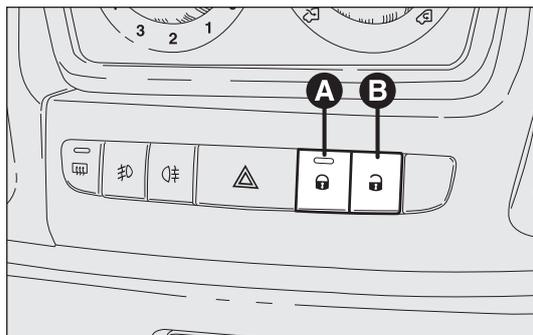

fig. 112
Se una o più porte sono aperte, a seguito della pressione del pulsante  sul telecomando gli indicatori di direzione ed il led presente sul pulsante A-fig. 112 lampeggiano velocemente per circa 3 secondi. Con funzione attiva i pulsanti A e B fig. 112 risultano disabilitati. Effettuando una doppia pressione rapida del pulsante  sul telecomando si attiva il dispositivo dead lock (vedere paragrafo "Dispositivo dead lock").
Premere il pulsante A-fig. 112 per bloccare le porte, premere il pulsante B per sbloccare le porte. Le azioni di blocco/ sblocco avvengono in modo centralizzato (anteriori e posteriori). Quando le porte sono bloccate il led sul pulsante A è acceso ed una pressione del pulsante B provoca lo sblocco centralizzato di tutte le porte e lo spegnimento della spia. Quando le porte sono sbloccate il led è spento ed una pressione del pulsante provoca il blocco centralizzato di tutte le porte. Il blocco porte viene attivato solo se tutte le porte sono correttamente chiuse.
non sarà possibile effettuare lo sblocco tramite il pulsante A-fig. 112 ubicato sulla plancia.
- pulsanti A-B fig. 112 di blocco/sblocco
L'avvenuto inserimento del dispositivo è segnalato da 3 lampeggi degli indicatori di direzione e dal lampeggio del led ubicato sul pulsante A-fig. 112 ubicato tra i comandi su plancia.